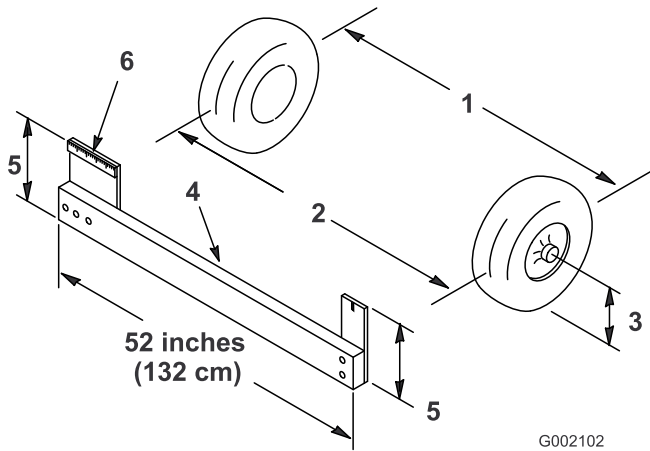

Figure 11
1. Mesurez la distance entre les roues avant à hauteur d'essieu, à l'avant et à l'arrière des roues (Figure 11). Un gabarit ou un compas à verges est nécessaire pour mesurer l'arrière des roues avant à hauteur
d'essieu. Utilisez le même gabarit ou outil pour mesurer précisément l'avant des roues avant à hauteur d'essieu (Figure 11).